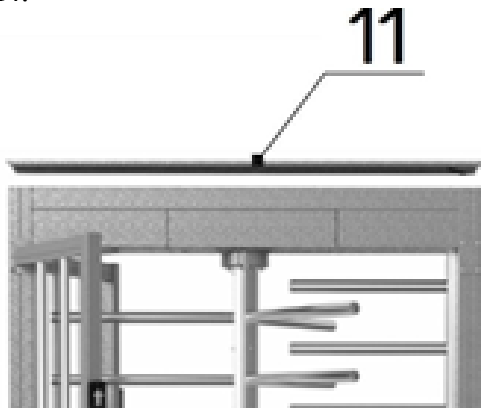

Рис. 7
Режим калибровки. Режим предназначен для установки исходного (нулевого) положения лопастей. Это может потребоваться, например, при замене датчика углового положения лопастей. Для перевода турникета в режим калибровки необходимо снять крышку привода (Рис.7) и нажать кнопку включения режима калибровки (кнопка расположена на боковом ребре корпуса привода). При включении режима калибровки раздается прерывистый звуковой сигнал и мигает зеленым индикатор прохода ПДУ одного из направлений (другой проход горит красным).
6.2.5. Окончательная сборка (рис.7, 8):